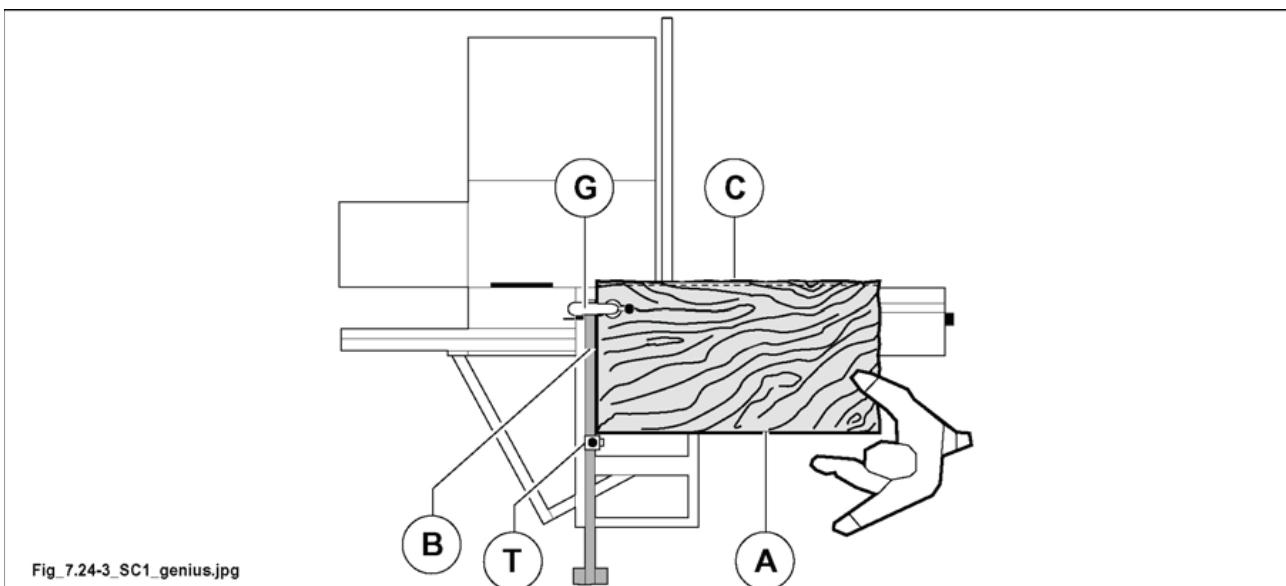

Рис. 7.24-3
- Повернуть панель на 90°. Опереть только что отрезанную боковину (A рис. 7.24-3) на линейку из алюминия, а обрабатываемую боковину (A рис. 7.24-3) опереть на упор (T рис. 7.24-3) линейки (установлена на значении реза), блокировать при помощи толкателя (G рис. 7.24-3) и произвести новый рез (B рис. 7.24-3).